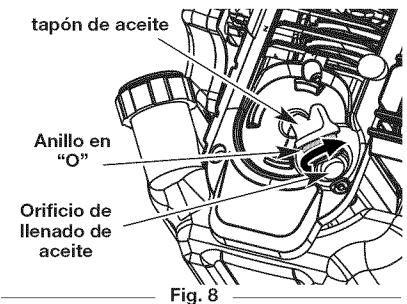

Fig. 8
- Saque el tapón de aceite/ varilla de medición del cigüeñal (Fig. 8).